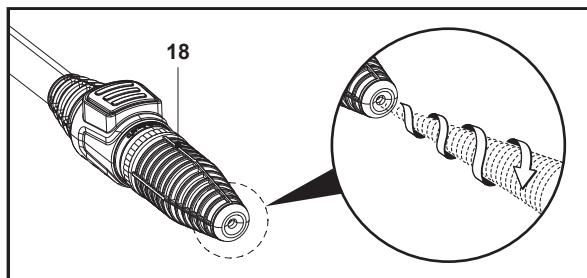

Fig. 9
La buse turbo (18) tourne pendant qu'elle pulvérise des jets d'eau à haute pression pour un lavage efficace (Fig. 9).